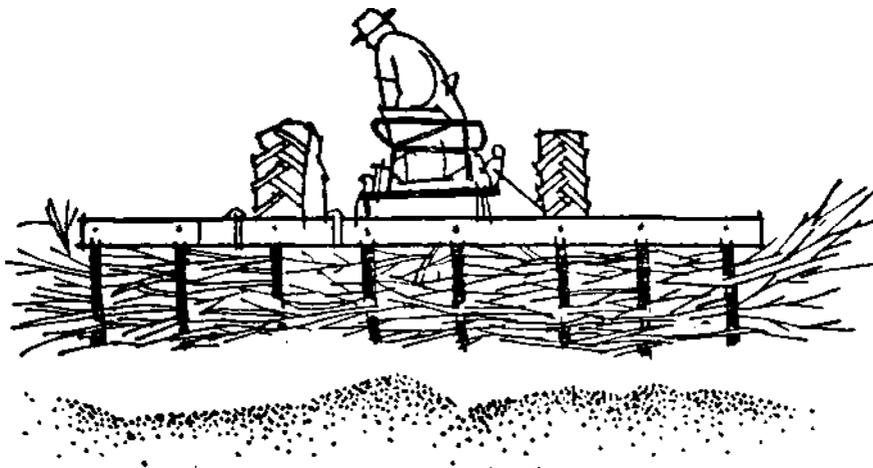

fig. 3
- c) Ande com o trator, na velocidade de 3 a 5 km por hora, arrastando as plantas (fig. 3).